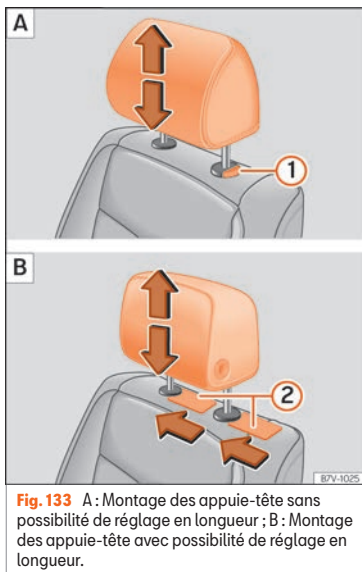

Fig. 133 A : Montage des appuie-tête sans possibilité de réglage en longueur ; B : Montage des appuie-tête avec possibilité de réglage en longueur.
- Retirez l'appuie-tête en appuyant complètement sur le bouton » » » **fig. 133 A** ①.
- En le remontant, introduisez l'appuie-tête dans les trous du dossier et poussez-le vers le bas jusqu'à ce qu'il s'encastre ①.
- Déplacez un objet plat, tel qu'une carte en plastique » » » **fig. 133 B** ②, des deux côtés, entre la housse du dossier et l'embout de protection